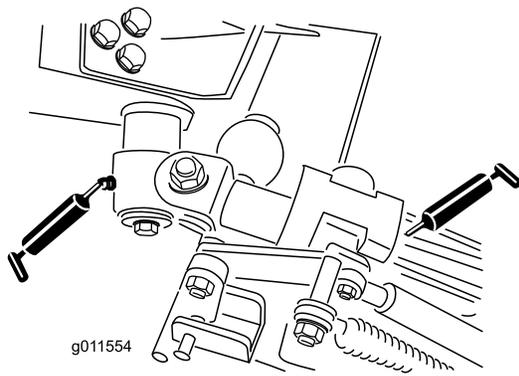

Figura 45
- Casquilhos articulados da manivela (2) (Figura 45)
- Casquilhos do braço traseiro (4) (Figura 45)